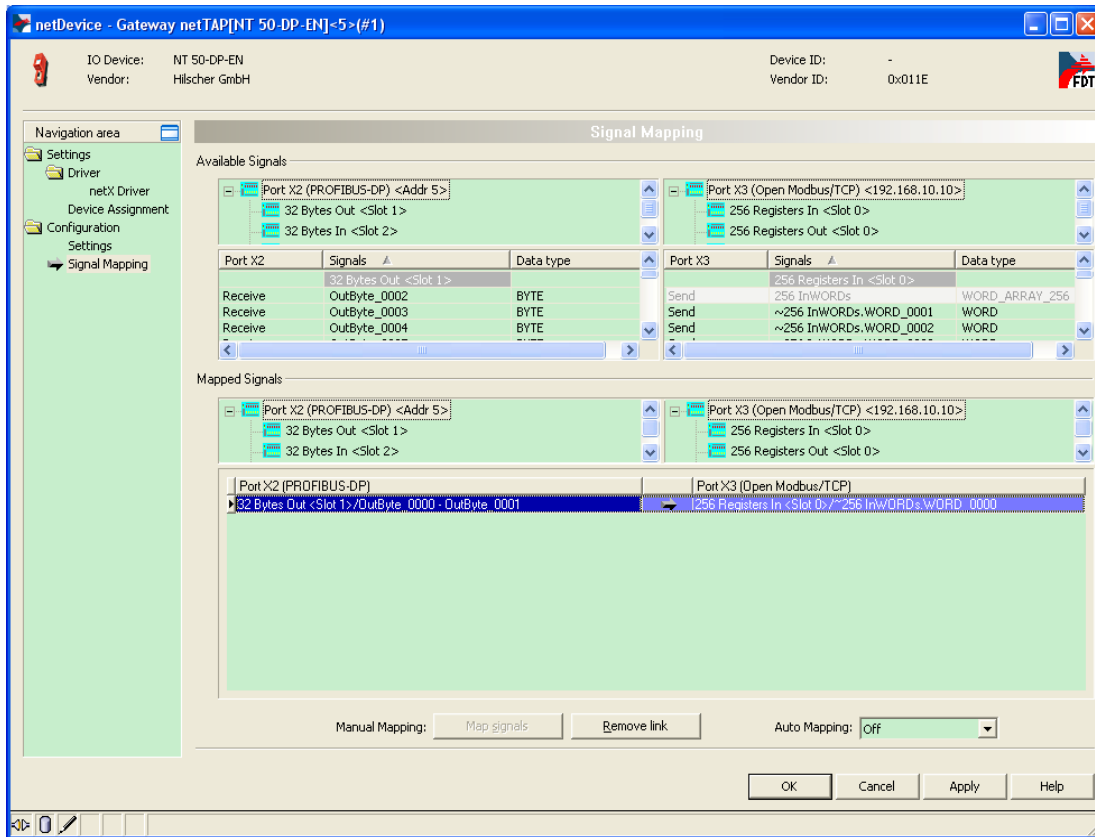

图 26
10) 数据映射的一般规则是总是把 Receive 的数据映射至 Send 的数据。Receive 的方向是网关上某一个接口接收数据，Send 的方向是网关上另一个接口发送数据。因为 PROFIBUS-DP 通讯的数据以字节为单位，而 Modbus/TCP 通讯的数据以字为单位。因此需要将 PROFIBUS-DP 通讯的两个 Receive 数据，映射至 Modbus/TCP 通讯的一个 Send 数据；而反方向的话，软件会自动将 Modbus/TCP 通讯的一个 Receive 数据，映射至 PROFIBUS-DP 通讯的两个 Send 数据。因此先选中 Port X2 中的“OutByte_0000”，按住 Ctrl 键再选择“OutByte_0001”，再选中 Port X3 中的“~256 InWords.WORD_0000”，单击 Map signals 按钮，完成一次数据映射，如图 26 所示。